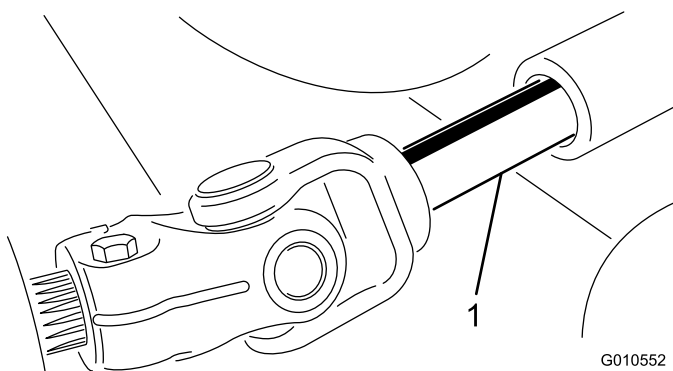

Figura 22
5. Rode a unidade de corte afastando-a da unidade de tracção, separando as secções macho e fêmea do veio da tomada de força (Figura 22).
3. Deslize o veio macho da tomada de força ao veio fêmea da tomada de força (Figura 22).